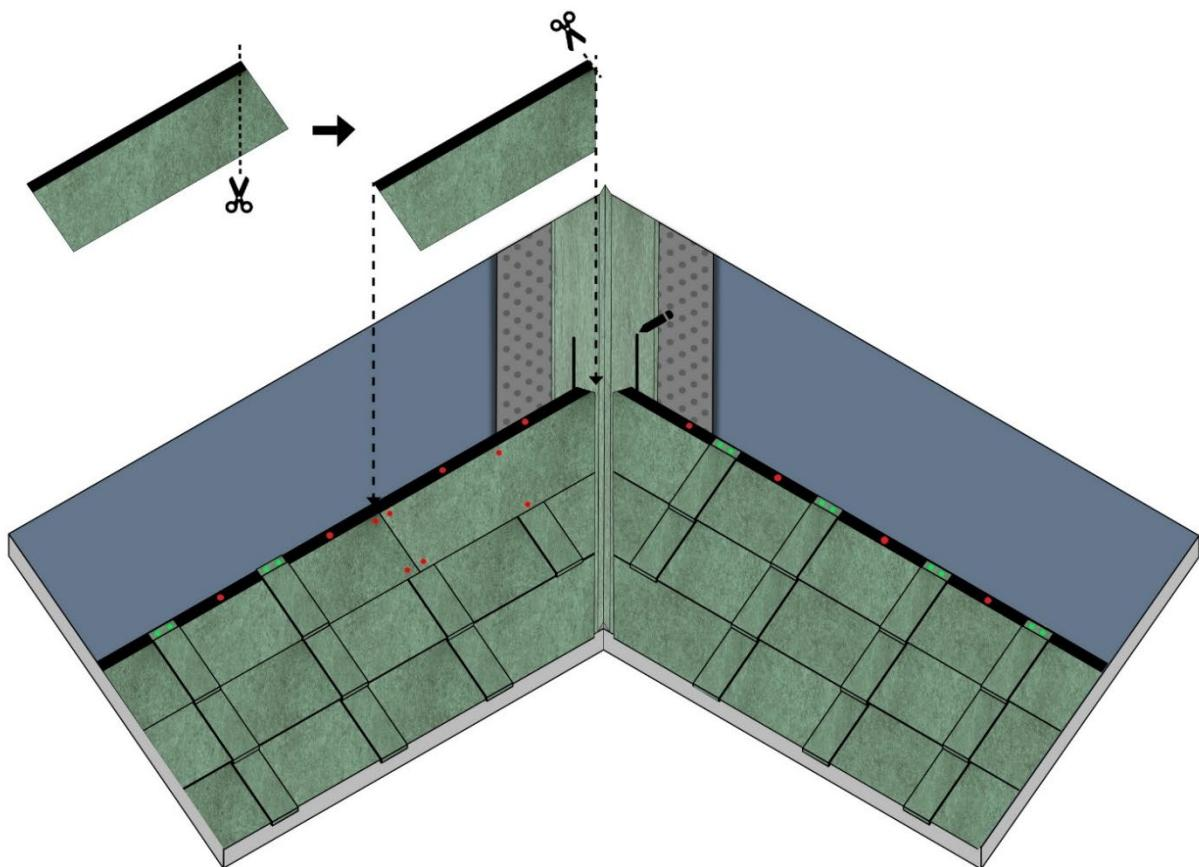

Fig. 16 – Posa tegole sul compluvio
- Posare quindi le tegole della prima falda, fino alla linea di compluvio, tagliandole a 3 cm e parallelamente alla linea di compluvio. Fissare le tegole con dei chiodi inox, fino a circa 40 cm dalla linea di compluvio e con del Bitustick, posato a distanze inferiori di 40 cm dalla linea di compluvio, sopra al compluvio metallico, Fig. 16. È consigliabile inoltre tagliare trasversalmente lo spigolo superiore della tegola al compluvio, in modo da convogliare l'acqua discendente lungo l'asse del compluvio, Fig. 16.
- Ripetere la stessa procedura anche per la seconda falda. Alla fine, dovrà risultare un canale tra le tegole, sul compluvio metallico, dove l'acqua scorrerà in via preferenziale, Fig. 16.